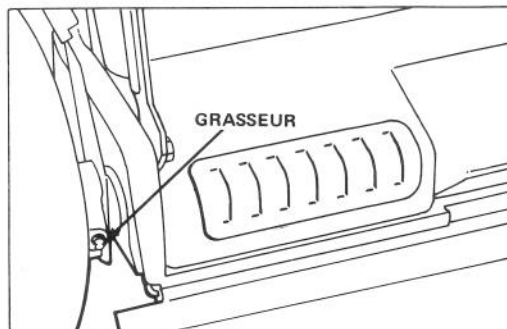

Figure 21
2. Placez les leviers de hauteur de coupe des roues arrière en position "2". Essuyez les graisseurs avec un chiffon propre (Fig. 21). Placez le pistolet graisseur sur le graisseur et appliquez délicatement 2 à 3 pompes de graissage à base de lithium à usages multiples no. 2.